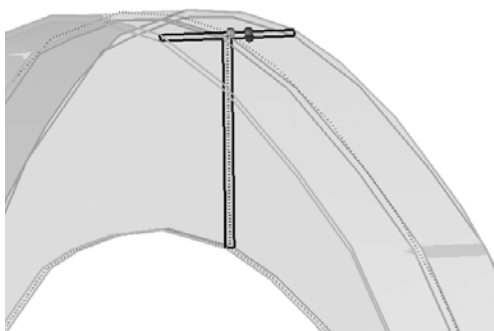

图 7-6 N1、N2、N3 创建一个截面的投影平面
- （5）在所选的截面上用 `project to plane` 中的 `N1`、`N2`、`N3` 创建一个截面的投影平面，平面的法向指向框的路径方向，如图 7-6 所示。